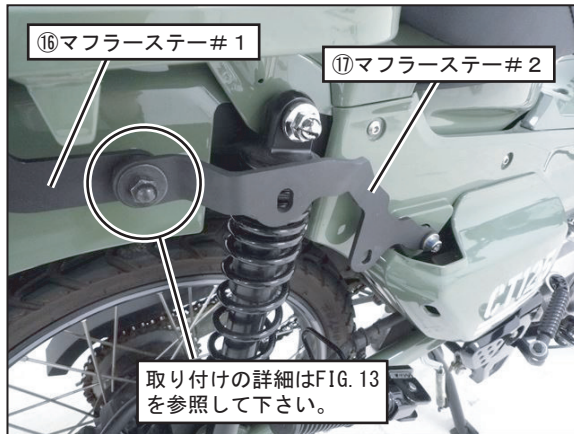

FIG. 12
9. ⑰マフラスター#2のボルト穴を手順5で⑱マフラスター#1に通した⑳六角ボルトM8×35に通し、㉑SUSワッシャM8×26(黒)、㉒袋ナットM8(黒)を使用して仮締めして下さい。(FIG. 12, 13参照)